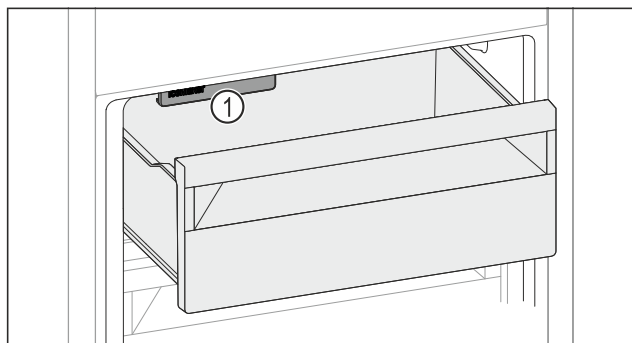

Fig. 245
- Stavite živežne namirnice u ladicu. Kada živežne namirnice stavite u lijevu stranu ladice: Uzmite u obzir IceMaker Fig. 245 (1).